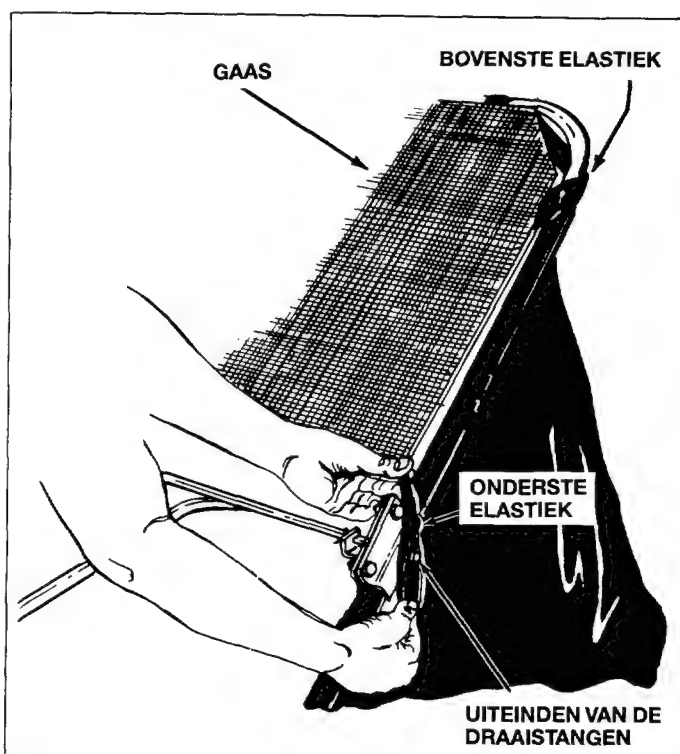

Fig. 27
17. Monteer het gaas op het frame van de containerzak door de elastieken rond de hoeken en de uiteinden van de draaistangen te trekken. Zie fig. 27.